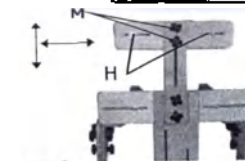

рис.9
8) Регулировка положения подголовника (при наличии) (рис.9)